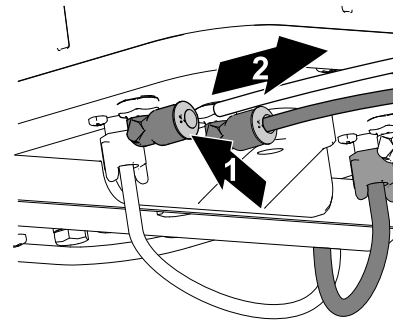

Figure 15
2. Enfoncez la bague de blocage (Figure 15).
3. Tirez le tube hors du raccord (Figure 15).